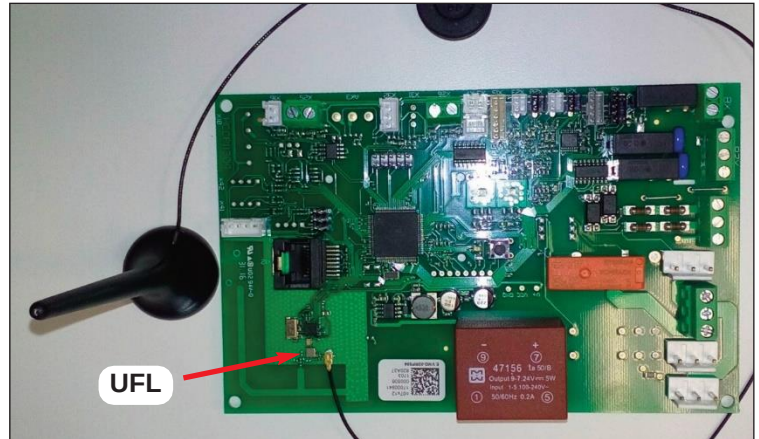

fig. 15
- collegare il filo dell'antenna alla scheda tramite il connettore UFL (fig. 15). Applicare l'antenna alla parte metallica.
- connect the antenna to the UFL PCB connection (fig.15).